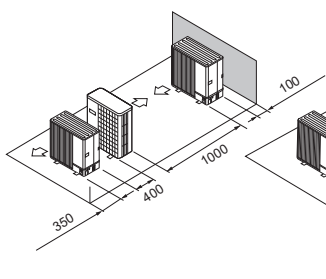

Fig. 2-19
- (5) Disposition pour un seul appareil parallèle (Fig. 2-19)